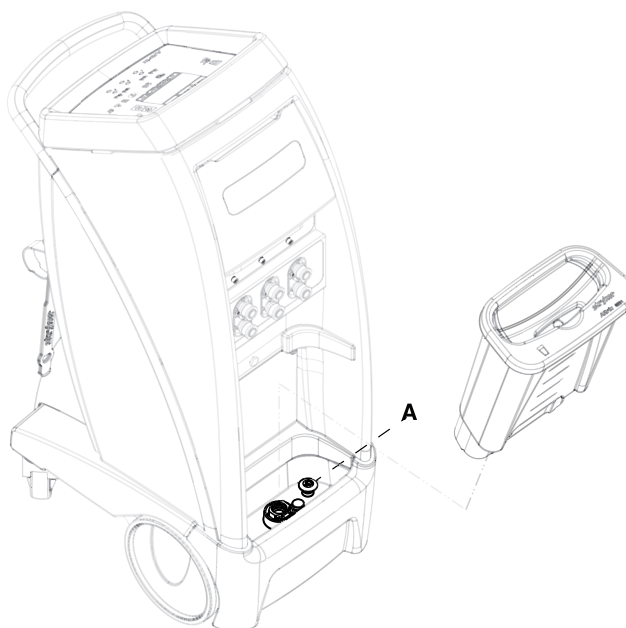

図15-20: ドレン・プラグ
2. 貯水タンクを取り外して、制御器のドレン・プラグ(A)を引き出してドレンを開いてください(15-35ページの図15-20)。